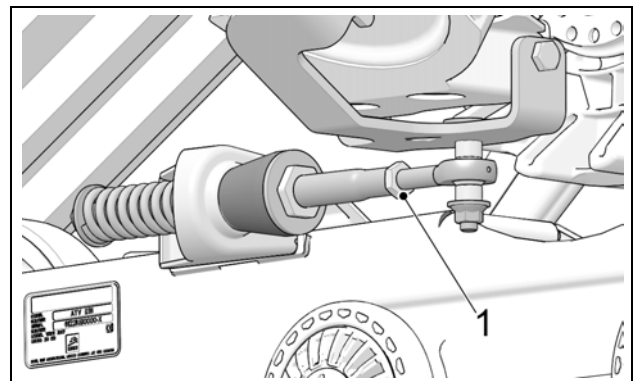

Figure 16
- Resserrer le contre-écrou (1) à un couple de 40 N•m (30 lb•pi). Voir Figure 16.